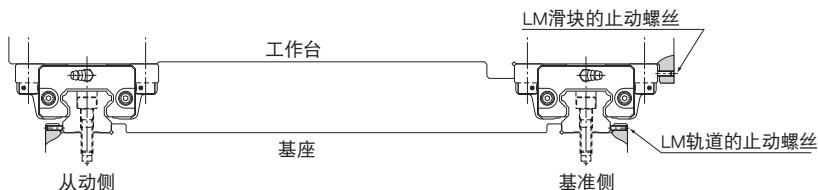

图5 机械中有振动冲击作用时
(1) 将工作台轻轻放置在LM滑块上, 不完全锁紧安装螺栓。
(2) 通过止动螺丝将LM滑块的基准侧与工作台侧面基准面接触, 使工作台定位。(参照 B1-91图5)
(3) 全锁紧基准侧和从动侧的装配螺栓, 完成安装。